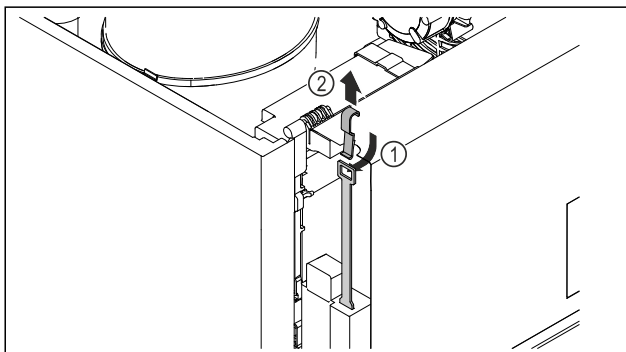

Fig. 209
- ▶ Noodontgrendelings-sleutel van boven af inschuiven Fig. 209 (1), in het slot haken en naar boven wegtrekken Fig. 209 (2).